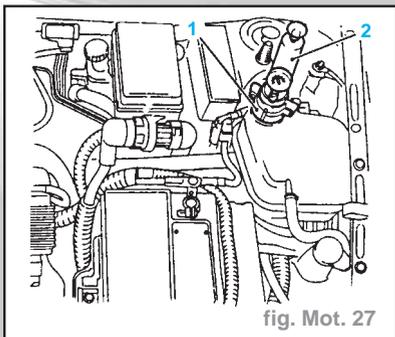

fig. Mot. 27
- Établir correctement le niveau de liquide de refroidissement. Remplacer le bouchon tournant du vase d'expansion par un appareil de contrôle des radiateurs livrable dans le commerce (fig. Mot. 27).